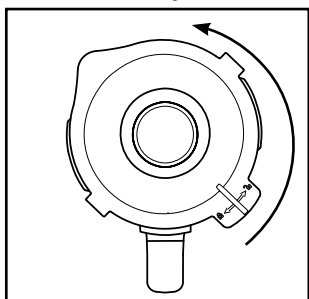

Fig. 1
- 1) Tag blenderkanden ❸ lodret op fra motorblokken ❹.
- 2) Fjern låget ❷ ved at dreje det mod uret i retning af position  (se fig. 1), indtil du kan tage det af oppefra.
- 3) Fyld blenderkanden ❸ mindst op til den nederste streg på skalaen ❹ og maksimalt til MAX-markeringen. For at opnå optimale resultater anbefaler vi følgende maksimale påfyldningsmængder: